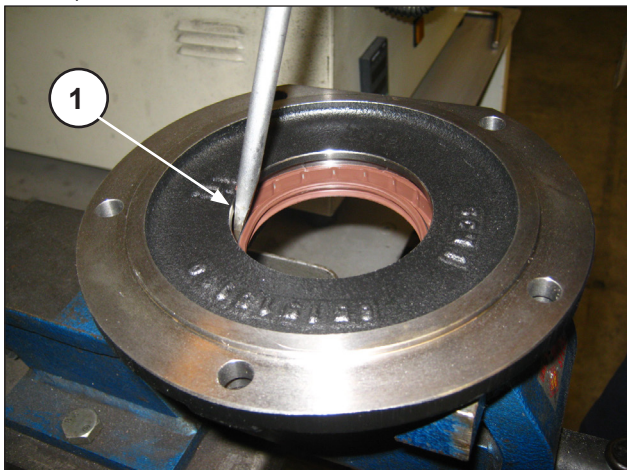

Рис. 11
Выньте радиальное уплотнительное кольцо (поз. ①, Рис. 11).